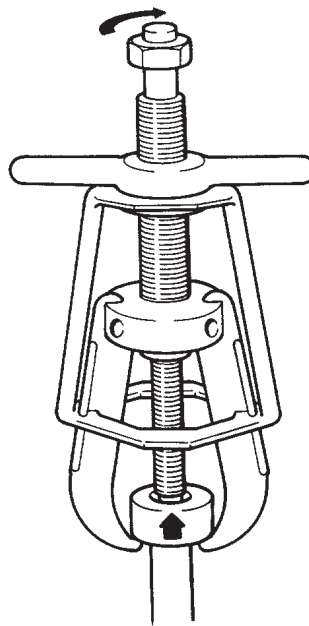

Abbildung 4
6. Stellen Sie sicher, dass der Mittelpunkt des Abziehers zum Mittelpunkt der Welle des abzuziehenden Objekts ausgerichtet ist. Verwenden Sie nur Handwerkzeuge, um den Führungsbolzen so anzuziehen, dass das Objekt von ihrer Welle abgezogen wird. (Siehe Abbildung 4)